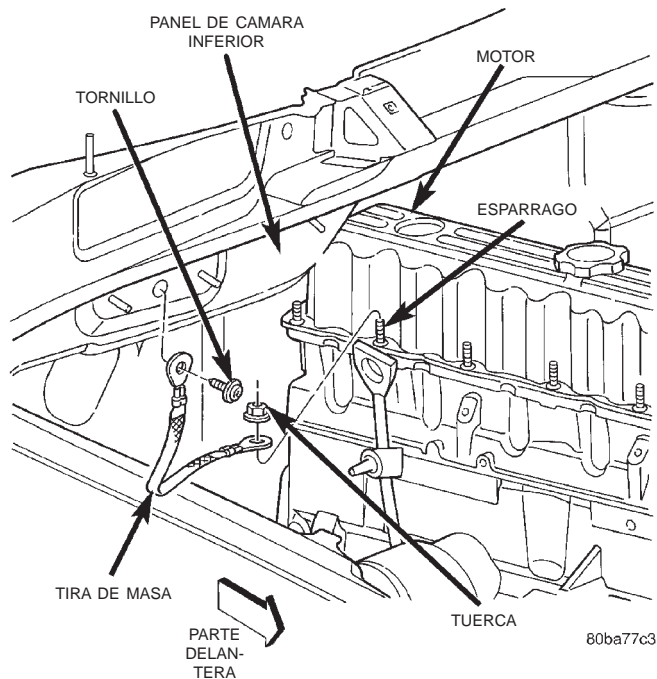
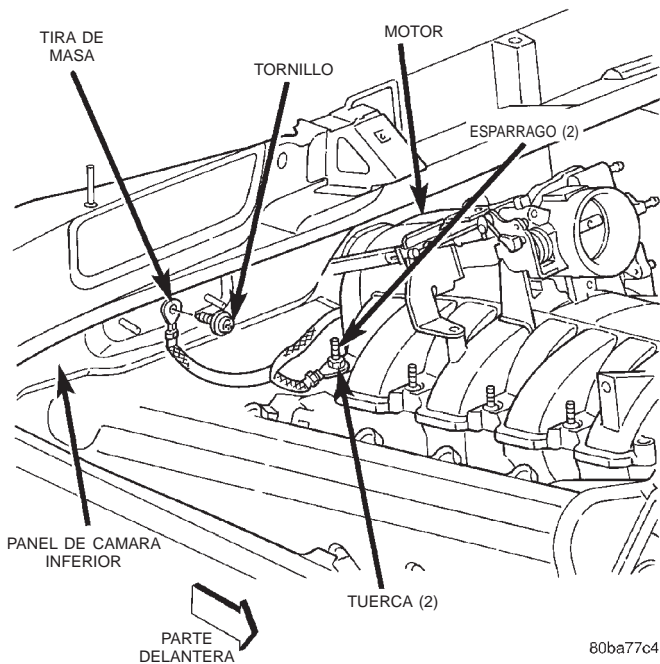

Fig. 16 Desmontaje e instalación de la tira de masa del motor a la carrocería - Motor 4.0L
Fig. 17 Desmontaje e instalación de la tira de masa del motor a la carrocería - Motor 4.7L
(1) Retire el tornillo que fija el ojal de la tira de masa del motor a la carrocería en el panel de la cámara inferior (Fig. 16) o (Fig. 17).
(2) En los modelos con motores 4.0L, retire la tuerca que fija el ojal de la tira de masa del motor al espárrago del lado trasero derecho de la culata de cilindros del motor.
(3) En los modelos con motores 4.7L, retire las dos tuercas que fijan los ojales de las tiras de masa del motor a los espárragos de los lados derecho e izquierdo traseros del tubo múltiple de admisión del motor.
(4) Retire el (los) ojal(es) de la(s) tira(s) de masa del motor a la carrocería de los espárragos en el motor.
(5) Retire la tira de masa del motor del compartimiento del motor.